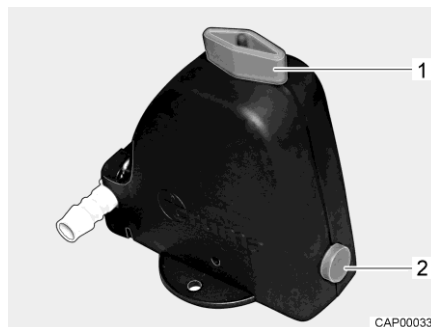

Bild 283 Säkerhets-/avtappningsventil (Truma)
- Öppna säkerhets-/avtappningsventilen (Truma). Vrid då vredet (Bild 283,1) mot säkerhets-/avtappningsventilen. Tryckknappen (Bild 283,2) skjuts ut.